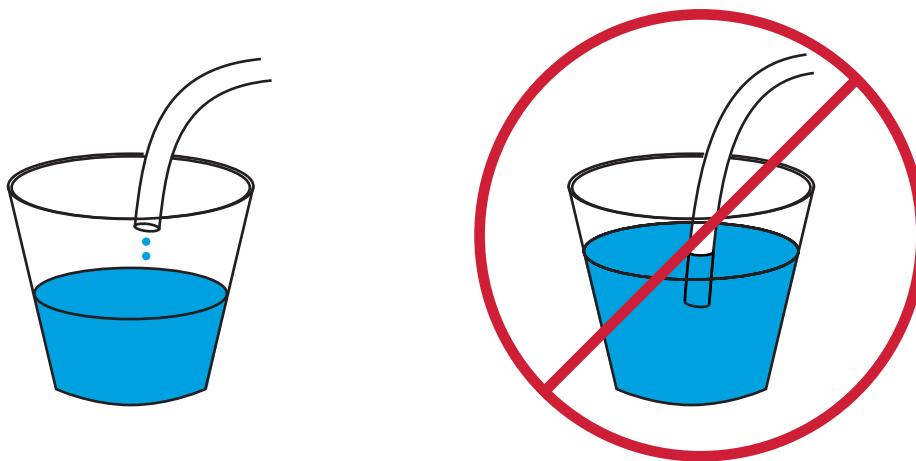

Abb.30. Tropfschlauch korrekt aufgehängt (links) und falsch untergetaucht (rechts)
- Das offene Ende des Schlauchs ist nicht im Abflussbehälter untergetaucht (**Abbildung 30**, „Tropfschlauch korrekt aufgehängt (links) und falsch untergetaucht (rechts)“, auf Seite 62).